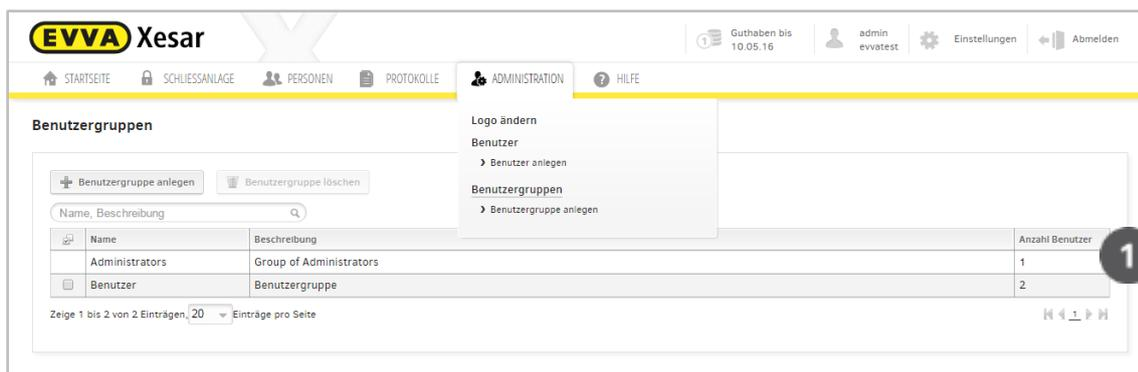

Abbildung 64: Benutzergruppen
Unter **Anzahl Benutzer** ❶ (Abbildung 64: Benutzergruppen) sehen Sie die Anzahl der zugewiesenen Benutzer der jeweiligen Benutzergruppe.